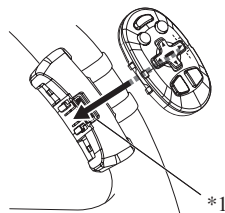

Afb. 17
3. Knip het overblijvende stuk van de riem af. (Afb. 17)